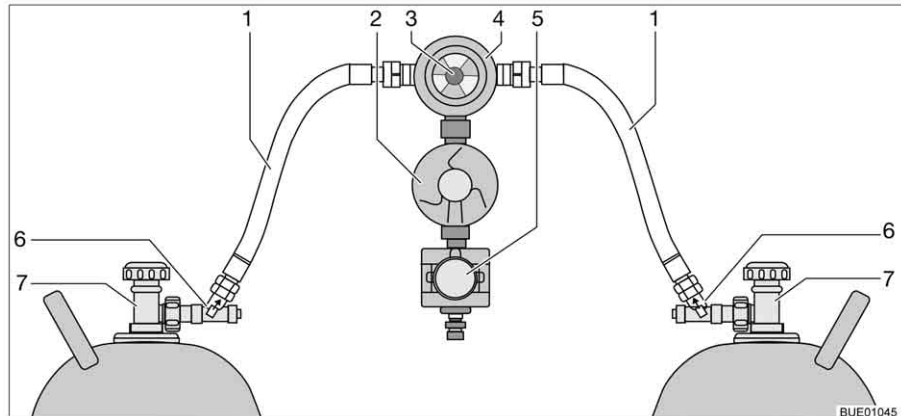

Bild 146 Crash-Protection-Unit-omkopplingsenhet
Crash-Protection-Unit består av två genomflödesbegränsare med manuell frigöring (Bild 146,6), en omkopplingsventil (Bild 146,4) med tryckregulator (Bild 146,2), en elventil (Bild 146,5) och kontrollenheten med trefärgad lysdiod. Omkopplingsventilen är monterad mellan de båda gaslangarna (Bild 146,1).
Med vredet (Bild 146,3) på omkopplingsventilen ställer du in vilken gasflaska som ska användas som driftflaska och vilken som ska användas som reservflaska.
Med kontrollenheten (Bild 147) kan endast de elektriska funktionerna styras. Gasflaskornas huvudavstängningsventiler (Bild 146,7) och frigöringarna (Bild 146,6) måste öppnas för hand.
- Öppna huvudavstängningsventilerna på gasflaskorna (Bild 146,7).
- Tryck in frigöringarna (Bild 146,6) i tio sekunder efter varandra.
- Med vredet (Bild 146,3) på omkopplingsventilen (Bild 146,4) väljs gasflaskan, som ska prioriteras (driftflaska).
- Stäng huvudavstängningsventilerna på gasflaskorna (Bild 146,7).